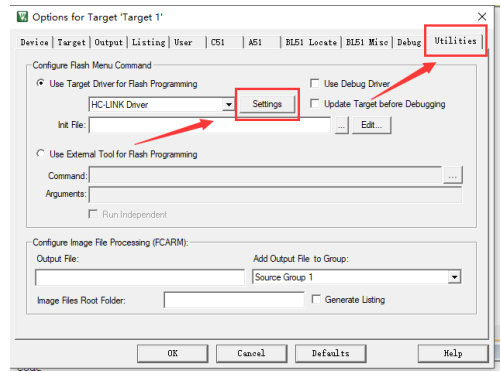

图 2-2 打开 HC-LINK
- 2、点击 Utilities 选项卡中的 Settings 选项。(如图 2-2)